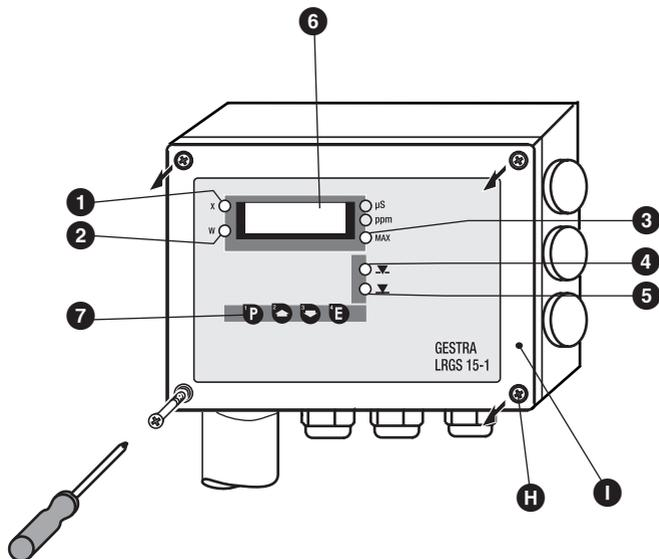

Fig. 3
1. Deckelschrauben **H** lösen und den Gehäusedeckel **I** abnehmen. (**Fig. 3**)
1. Deckelschrauben **H** lösen und den Gehäusedeckel **I** abnehmen. (Fig. 3)
1. Deckelschrauben **H** lösen und den Gehäusedeckel **I** abnehmen. (Fig. 3, 4)